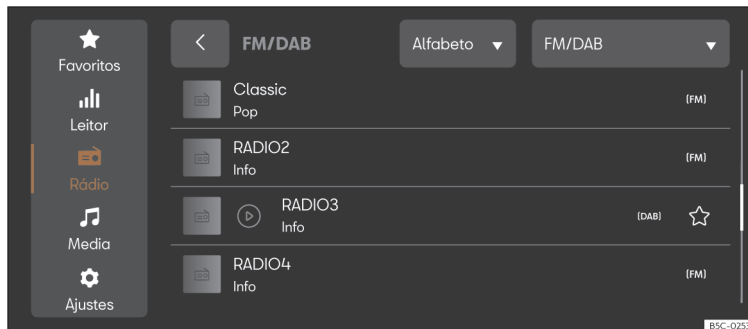

Fig. 176 Representação esquemática: Vista Rádio.
- Pressione **HOME** > > > > > **Fig. 176**.